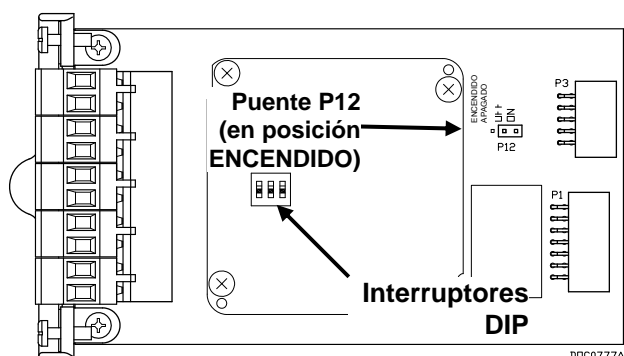

Figura 7. Puente P12 en el módulo H1 PWR
5. Ubique el módulo como se indica en la *Figura 7*.